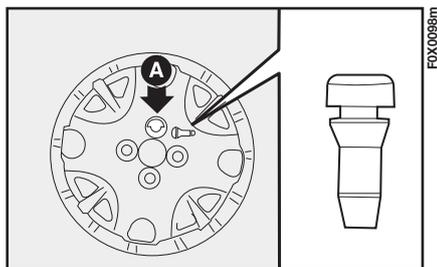

fig. 117
- 10) Montare la coppa ruota (dove prevista) in modo che il foro più grande A-fig. 117 sia posizionato in corrispondenza del bullone che già fissa la ruota.